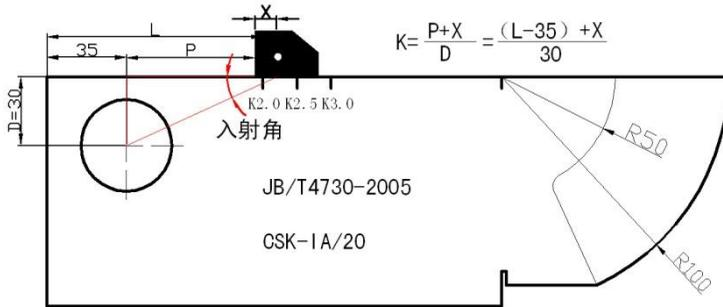

图 4.8 CSK-IA 试块校准入射角图
- 1) 平放 CSK-IA 标准试块，将斜探头放在 CSK-IA 标准试块上的 0 刻度标记上。如图 4.8